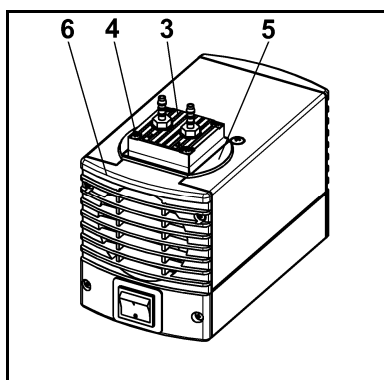
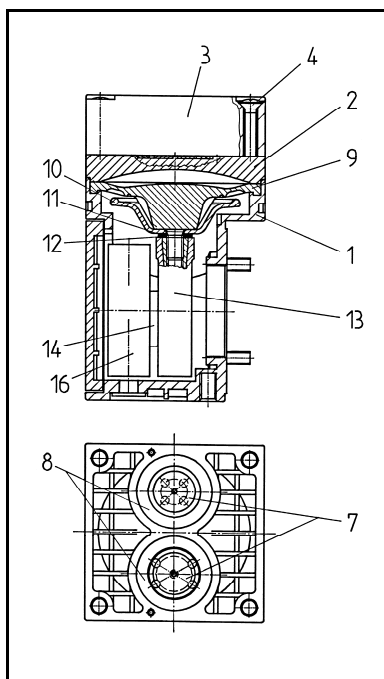

Fig. 5: Desmontar el cabezal de bomba
Fig. 6: Cabezal de bomba
1. Marcar la tapa de cabezal (Fig. 5/3), la cubierta (5) y la tapa de la carcasa (6) trazando una línea continua con el lápiz. De este modo se evitará que las piezas se monten después incorrectamente.
2. Soltar los cuatro tornillos de la tapa de cabezal (4) y retirar del cuerpo de bomba la tapa de cabezal (3) junto con la cubierta (5).
3. Marcar la placa intermedia (fig. 6/2) y la carcasa (1) trazando una línea continua con el lápiz.
4. Retirar la placa intermedia (2) de la carcasa (1).
1. Retirar de la placa intermedia (fig. 6/2) las placas de válvula (7) y las juntas tóricas (8) (las juntas tóricas puede que estén pegadas a la tapa de cabezal).
2. Comprobar la limpieza de los asientos de válvula, la placa intermedia (2) y la tapa de cabezal; en caso de irregularidades o rascadas estas piezas deberán sustituirse.
3. Insertar las nuevas placas de válvula (7) en los asientos de válvula de la placa intermedia (2); las placas de válvula son idénticas para los lados de presión y aspiración, lo mismo es válido para el lado superior e inferior de las placas de válvula.
4. Asegurarse de que las placas de válvula (7) no están tensadas realizando un ligero movimiento horizontal de las mismas.
5. Insertar nuevas juntas tóricas (8) en la placa intermedia (2).